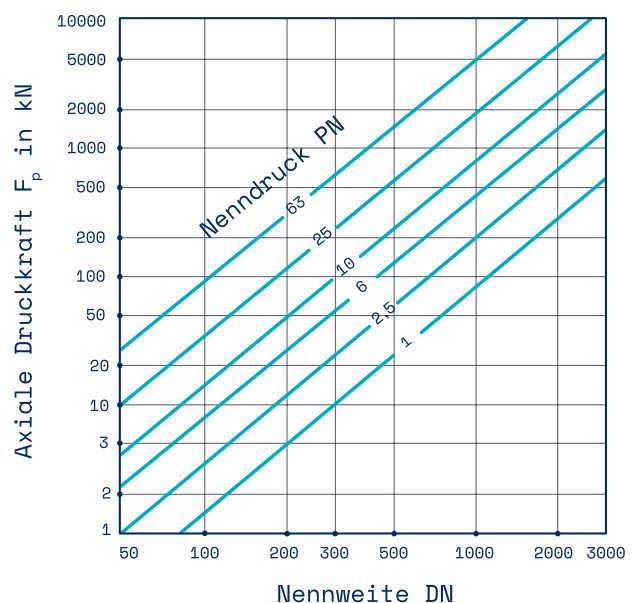

Bild 2: Axiale Druckkraft bei axial kompensierter Leitung
- Auf ausreichend dimensionierte Festpunkte an den Enden der kompensierten Leitungsabschnitte achten. Diese müssen sowohl die axiale Druckkraft (bei unverankerten Kompensatoren) aufnehmen als auch die Verstellkraft des Kompensators und die Reibkräfte der Rohrlager – insbesondere die axiale Druckkraft kann sehr groß werden (Bild 2).